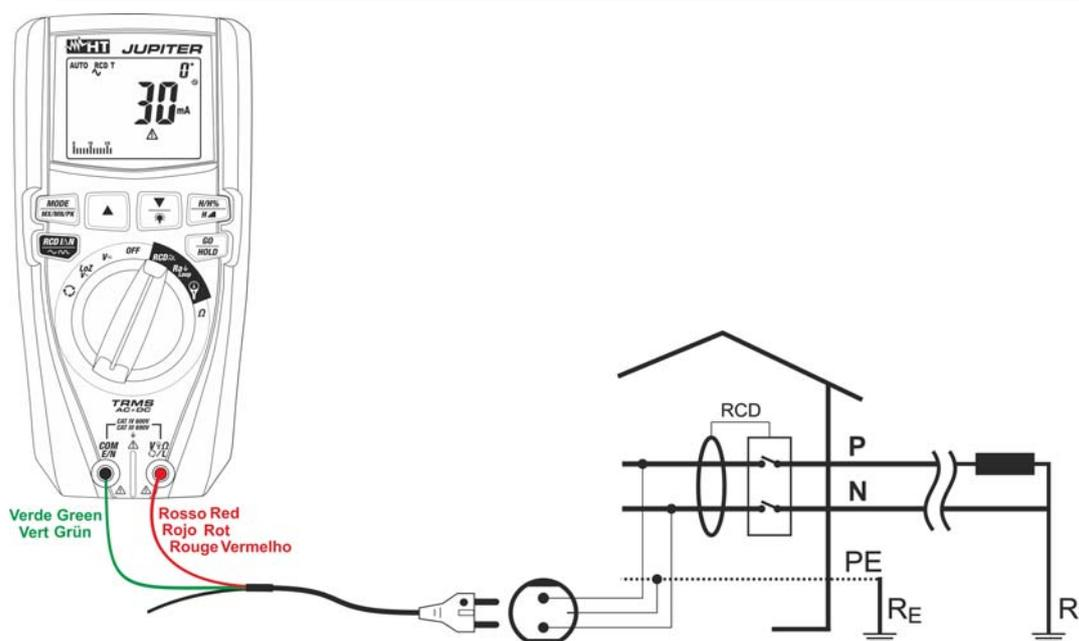

Fig. 29: Uso do instrumento para teste do RCD num sistema Monofásico com cabo com ficha Schuko
6. No caso de uso do cabo com ficha shuko inserir o condutor vermelho no terminal de entrada **V_Ω** e o condutor verde no terminal de entrada **COM/E/N** e ligar o instrumento à instalação em exame (ver Fig. 29). A presença da tensão Fase-Terra é mostrada na barra gráfica